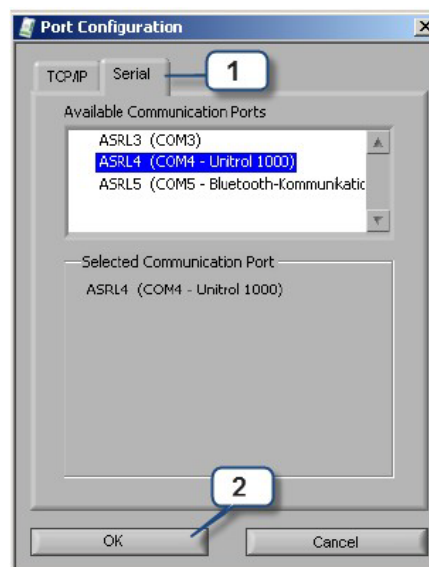

图 6-3 USB COM 端口配置
1.使用 TCP/IP 连接来连接 AVR，首先选择“TCP/IP”标签。见图 6-3.